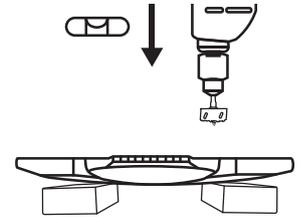

Figura 12.
6. Asegura que el taladro esté derecho para que la perforación quede adecuadamente y evitar accidentes (ver Figura 12).